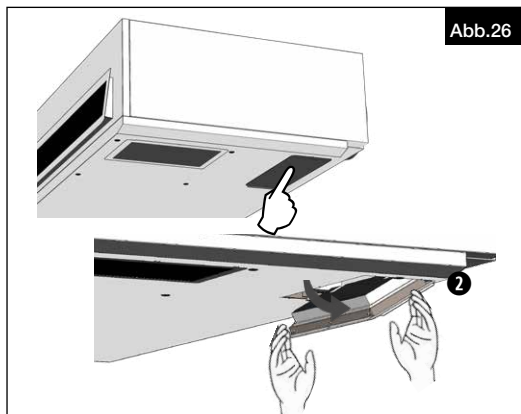
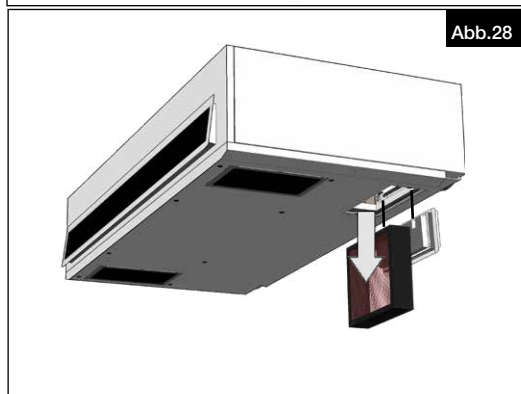

Abb.26
Abb.28
1. Mit den Fingerspitzen unter den Halter ❷ fassen. Den Deckel öffnen. Filter herausnehmen und durch neuen Filter ersetzen (s. Abb.26-Abb.28).